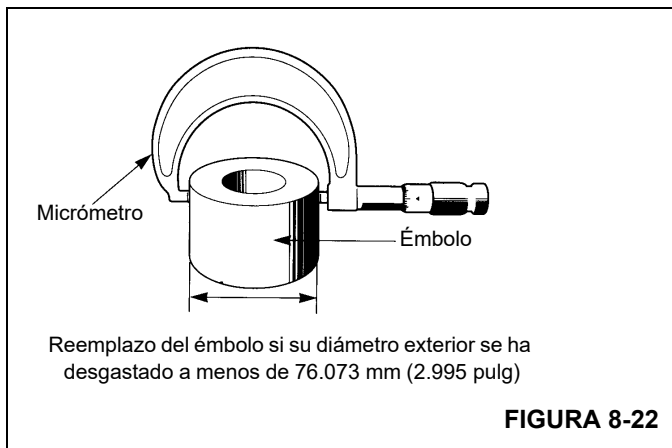

FIGURA 8-22
2. Mida el diámetro del émbolo. Reemplace el émbolo si su diámetro exterior se ha desgastado a menos de 76.073 mm (2.995 pulg). Consulte la Figura 8-22.